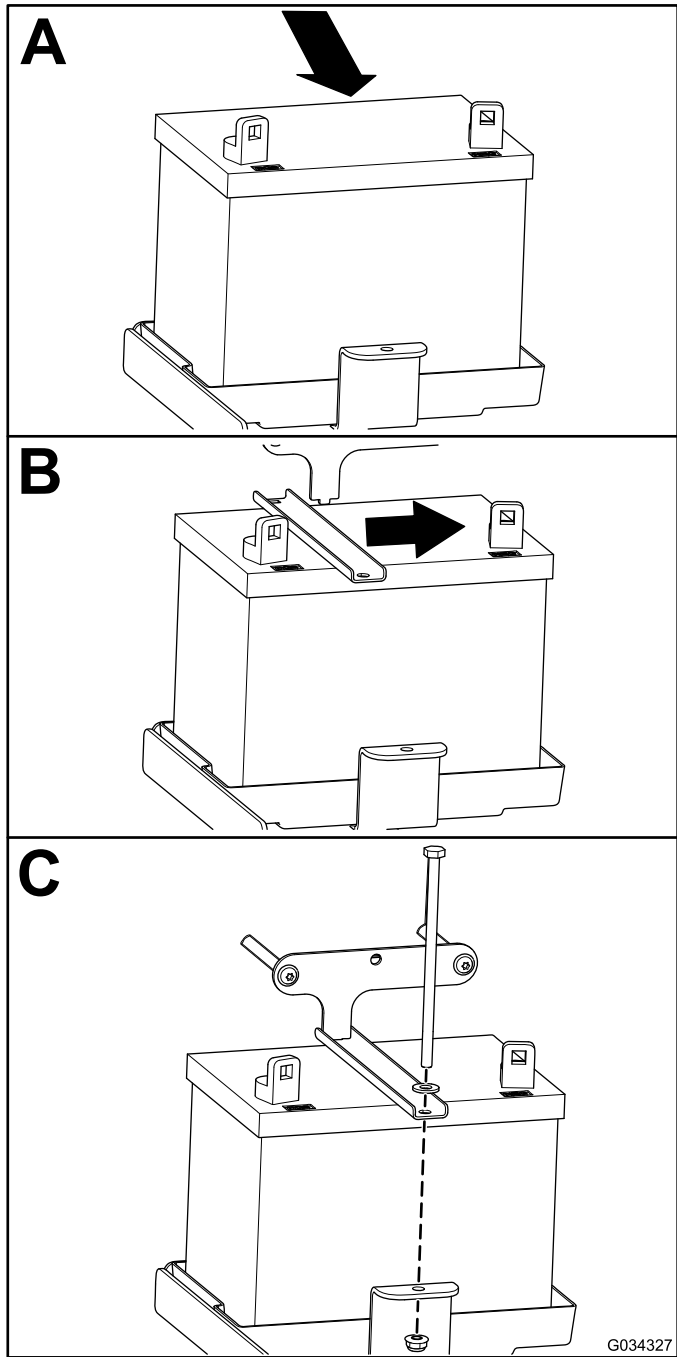

Figura 46
1. Montai bateria în modul indicat în Figura 46.